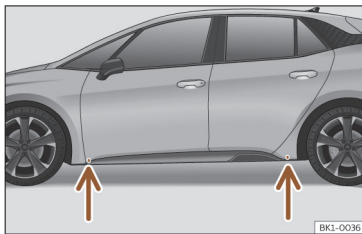

Fig. 195 Pontos de apoio do macaco.
- Procure na longarina a marca do ponto de apoio do macaco (zona afundada) mais próximo da roda a substituir >>> **Fig. 195**.